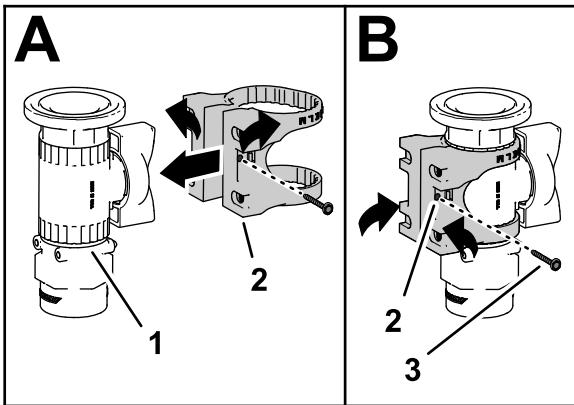

図 20
4. 図 20のAに示すように、バルブマウントをストレートコントロールバルブに取り付ける。
5. フランジヘッドねじ#6を使って、バルブマウントを制御バルブに固定し、ねじを手締めする図 20のB。